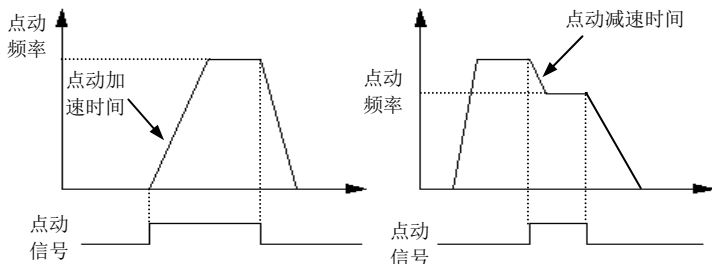

图 6-11 点动运行
**点动频率具有最高的优先级。**变频器在任何状态下，只要有点动指令输入，则立即按设定的点动加、减速时间过渡到点动频率运行。如图 6-11 所示。